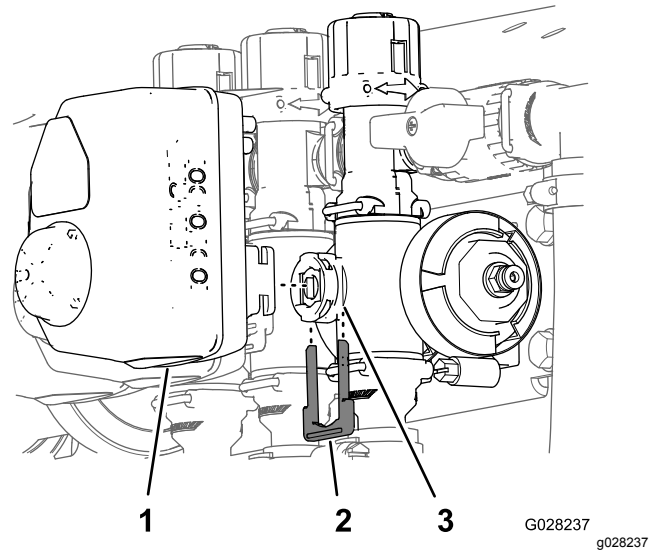

Bild 97
3. Entfernen Sie den Halter, mit dem der Aktuator am Verteilerventil für das Dosierungsregelventil, dem Rührwerkventil, dem Hauptauslegerventil oder dem Auslegerabschnitt-Ventil befestigt ist (Bild 97).